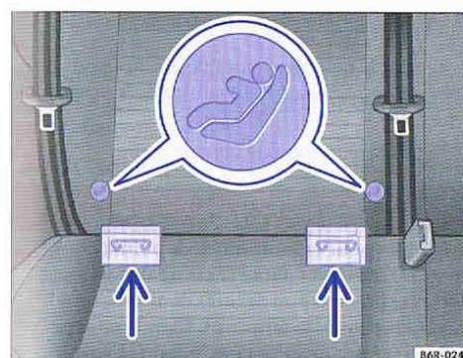
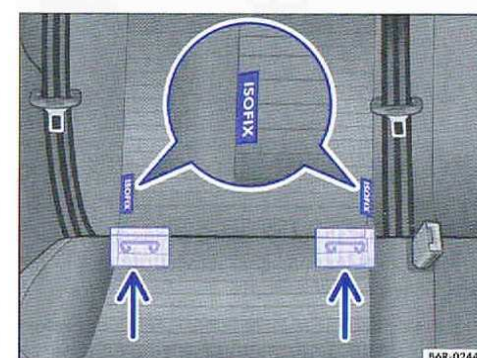

Fig. 51 Variante 1: identification des points d'ancrage inférieurs du siège pour enfants sur le siège du véhicule.
Fig. 52 Variante 2: identification des points d'ancrage inférieurs du siège pour enfants sur le siège du véhicule.
- Insérez le siège pour enfants dans le sens des flèches sur les œillets de retenue ⇒ fig. 51 ou ⇒ fig. 52. Le siège pour enfants doit s'enclencher de manière sûre et audible.
- Posez le siège pour enfants sur l'assise du siège et accrochez les crochets des ceintures de retenue dans les œillets de retenue ⇒ fig. 51 ou ⇒ fig. 52.